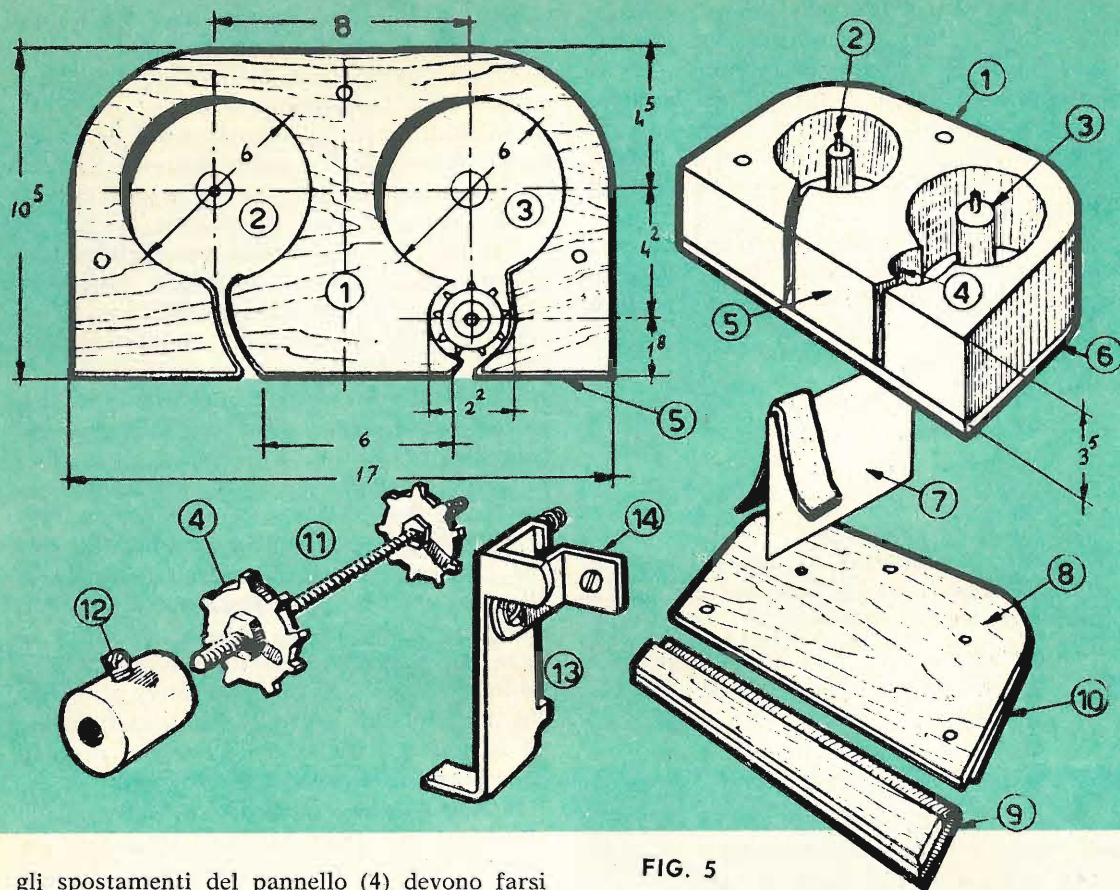

FIG. 5
fica di come utilizzato alla figura (4). Questo serbatoio (fig. 5 e 6) è provvisto di un avvolgitore (2 e 3). In effetti la sola difficoltà riscontrata è quella di fare avanzare il film di una lunghezza uguale a quella di un fotogramma e ciò senza perdere un centimetro di pellicola. Utilizzeremo a questo scopo, il meccanismo presente in tutti gli apparecchi di piccolo formato, Come materiale, vi occorre in ordine principale un blocco di legno o di balsa di 35 mm di spessore (1 fig. 5) e di 10,5x17, due rettangoli di duroalluminio di 10,5x17 cm. (6 e 8). Queste due piastre di duralluminio possono essere sostituite senza inconveniente con del compensato di piccolo spessore.